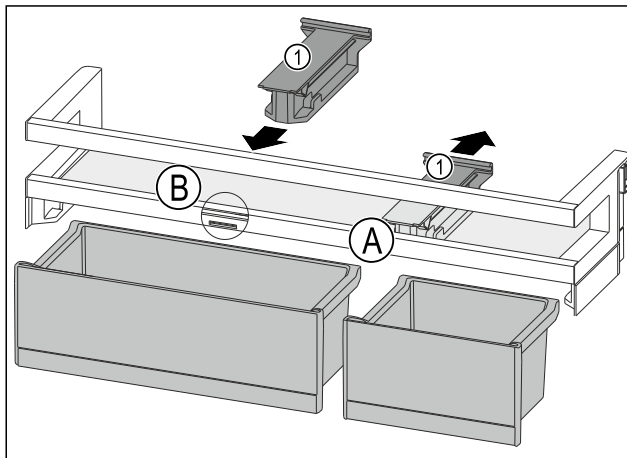

Fig. 94
- ▶ Haltebauteil Fig. 94 (1) in Position Fig. 94 (A) nach hinten abziehen.
- ▶ Haltebauteil Fig. 94 (1) in Position Fig. 94 (B) einsetzen.